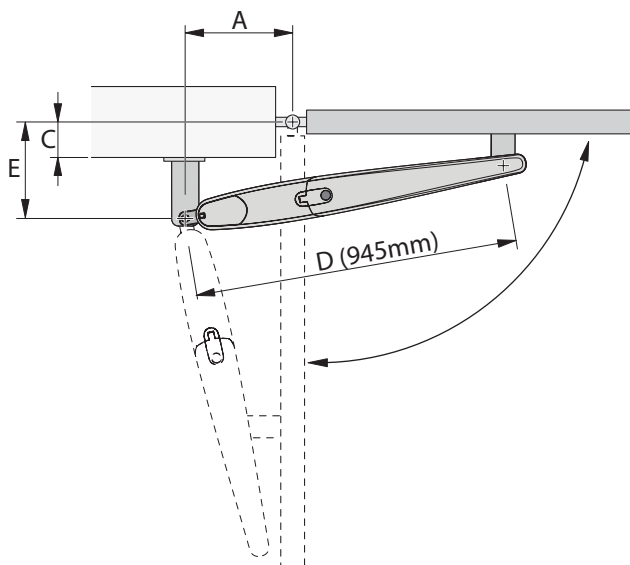

Fig. 2
**01.** Meça o valor “E”, e depois trace uma linha recta horizontal sobre esse valor. Selecione um ponto nessa linha, tendo em conta o ângulo de abertura que pretende, de acordo com a coluna. Trace uma linha recta vertical a partir do ponto escolhido, para obter o valor A. Antes de proceder com a instalação, verifique que o valor A permite fixar o suporte traseiro, caso contrário escolha outro valor. Por fim, para fixar o suporte frontal mova o pistão até ao limite do curso (**see Fig. 2**).
01. Para a fixação do suporte de fixação frontal na folha do portão deve ter em conta o valor D (fig. 2).